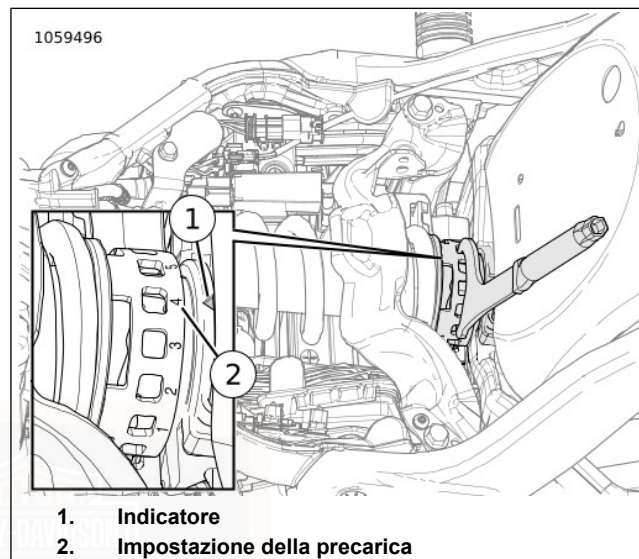

Figura 9. Camma di registrazione della precarica
1. **Stile camma:** vedere Figura 9.